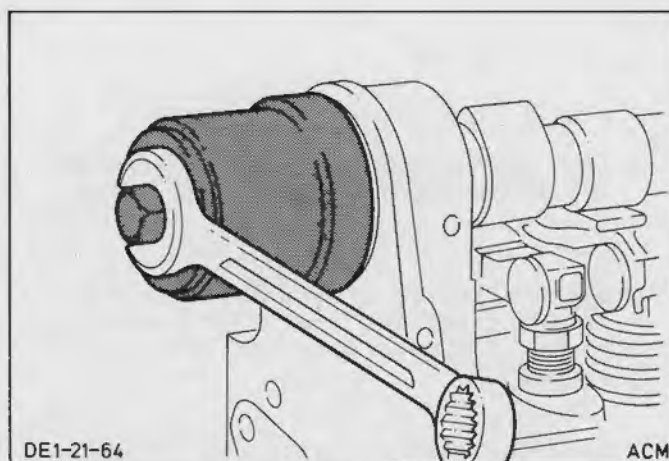

Fig.103. Monter pakdåsen med specialværktøj
18. Smør lidt olie på den nye pakdåses tætningsflig og knastakselenden. Træk pakdåsen ind på plads med specialværktøj 21-009-B, Fig.103.